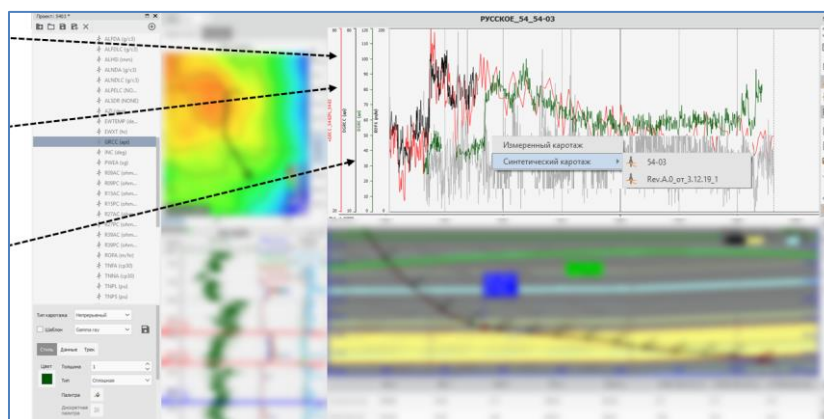

Рисунок 5. Отображение измеренных и синтетических каротажей
- 4) Чтобы отобразить каротаж на горизонтальном треке, перетащите любой каротаж из дерева проекта на трек (Рисунок 5). При этом действии появится выбор, как именно добавить каротаж: как измеренный или как синтетический. Если выбрать «Измеренный каротаж», то просто отобразятся данные каротажа. Если выбрать пункт «Синтетический каротаж», то будет выведен список планируемых траекторий плюс фактическая скважина. Выбор одной из них будет означать, что синтетический каротаж будет строиться на основе данных траектории этой скважины.